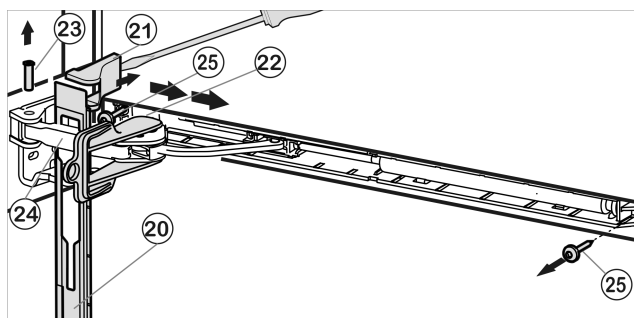

Fig. 10
- Desplace hacia delante el panel a través del estribo del amortiguador Fig. 10 (24) en dirección del aparato.
- Encaje el seguro Fig. 10 (22) en el agujero oblongo.
- Levante la cubierta Fig. 10 (21) con el destornillador desde la parte exterior y extráigala hacia fuera.
- Extraiga el perno Fig. 10 (23) presionando desde abajo.
- Presione el estribo del amortiguador Fig. 10 (24) en dirección de la puerta.
- Retire el panel Fig. 10 (20).
- Desatornille toda la unidad de amortiguador de cierre (2 Torx® 15) Fig. 10 (25).